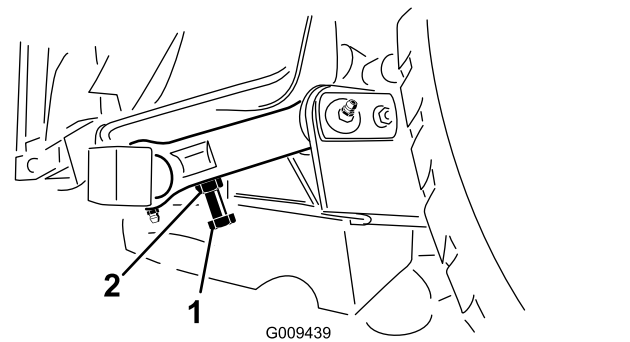

Figure 28
3. Pour ajuster la distance, localisez le boulon de réglage sur la biellette de pivot arrière du plateau de coupe (Figure 28).